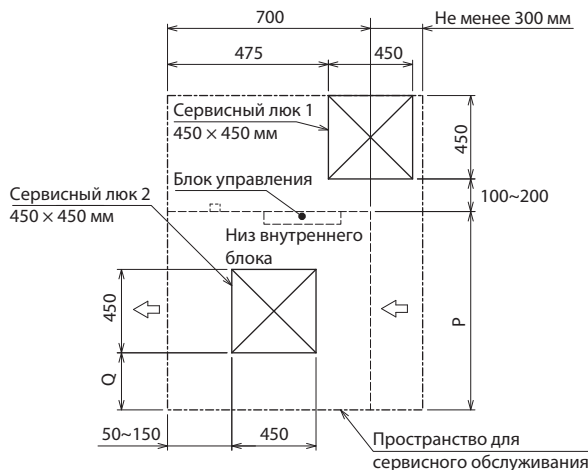

Рис. 2 Вид А
• Установите сервисный люк 1 и 2 (450 × 450 мм), как показано на рис. 2. (Сервисный люк 2 не требуется, если пространства под блоком достаточно для проведения сервисного обслуживания.)